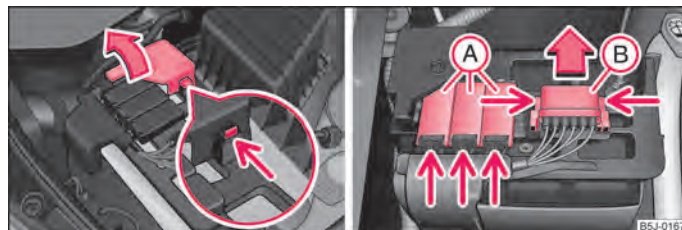

Fig. 155 Batería: Abrir la cubierta del polo positivo/tapa de fusibles
- Levante la cubierta del polo positivo (+) ⇒ fig. 155 - lado izquierdo.
- Presione las fijaciones de la cubiertas de fusibles (A) ⇒ fig. 155 lado derecho, y abata las cubiertas.
- Presionar al mismo tiempo los enclavamientos laterales de la caja de fusibles (B) retire la cubierta sentido de la flecha.
- Algunos vehículos sólo disponen de la cubierta (B) ⇒ fig. 155, lado derecho.